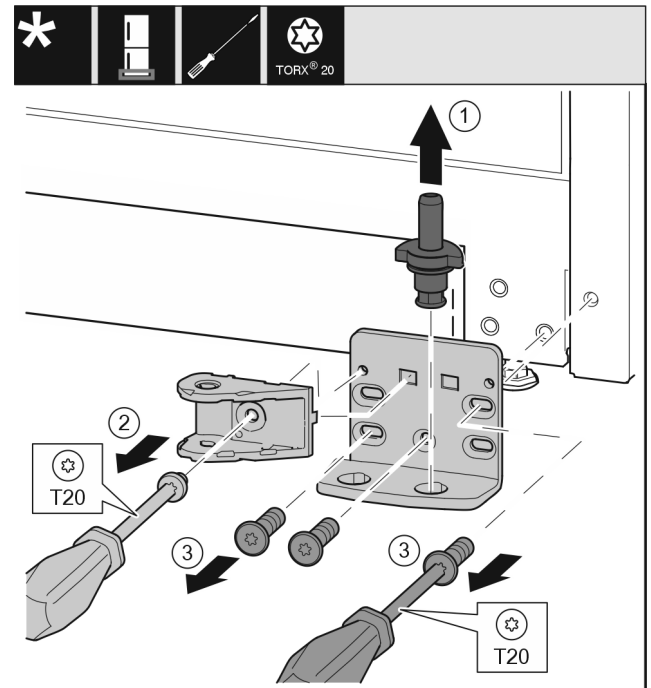

Fig. 34 *
- ▶ Irrota laakeripultti kokonaan vetämällä se pois yläkautta. Fig. 34 (1)*
- ▶ Kierrä ruuvi irti T20-ruuvimeisselillä ja irrota laakeripukki. *Fig. 34 (2)*
- ▶ Kierrä ruuvit irti T20-ruuvimeisselillä ja irrota laakeripukki. *Fig. 34 (3)**